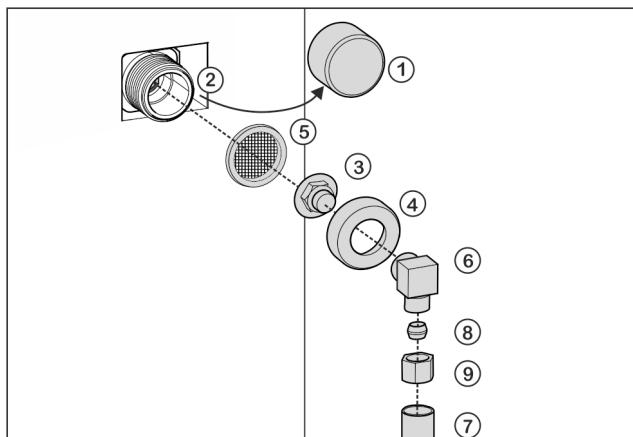

Fig. 28
- Kappe Fig. 28 (1) vom Magnetventil Fig. 28 (2) abziehen.
- Verbindungsstück Fig. 28 (3) in die Überwurfmutter Fig. 28 (4) einsetzen.
- Sieb Fig. 28 (5) mit der Vertiefung nach unten in Richtung Verbindungsstück Fig. 28 (3) einsetzen.
- Überwurfmutter Fig. 28 (4) mit der Hand auf das Gewinde des Magnetventils Fig. 28 (2) schrauben, bis ein sicherer und fester Sitz erreicht ist.
- Winkelstück Fig. 28 (6) anschrauben.
- Wasserleitung Fig. 28 (7) (z. B. 1/4"-OD-Kupferleitung) mit Hilfe von Klemmring Fig. 28 (8) und Mutter Fig. 28 (9) am Winkelstück Fig. 28 (6) anschließen.
- Wenn notwendig: Wasserleitung Fig. 28 (7) mit dem Rastbügel am Gehäuse fixieren.
- Winkelstück Fig. 28 (6) zur Seite legen.
- Wasserleitung Fig. 28 (7) (z. B. 1/4"-OD-Kupferleitung) mit Klemmring Fig. 28 (8) und Mutter Fig. 28 (9) am Verbindungsstück Fig. 28 (3) anschließen.